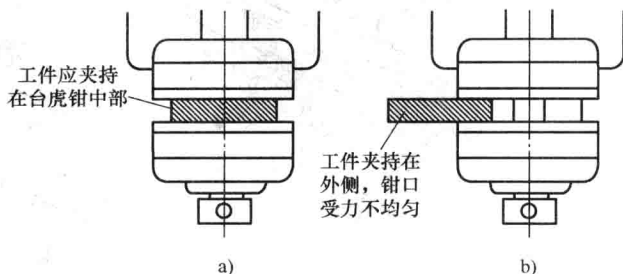

图 1-9 夹持工件方法
7) 在允许的情况下, 尽可能将工件夹持在台虎钳的中部, 以免使钳口受力不均, 如图 1-9 所示。